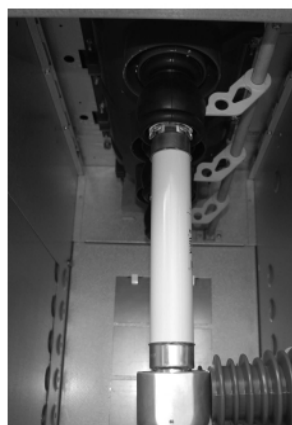

图2
4.1、上熔座的安装：按图2所示将上熔座的定位销对准开关上的定位孔，再用M10×35的内六角螺钉拧紧即可，注意拧紧力不得超过35N·m；
b、将脱扣轴的后支座装在柜子上，脱扣轴后端直接套到支座中如图2所示